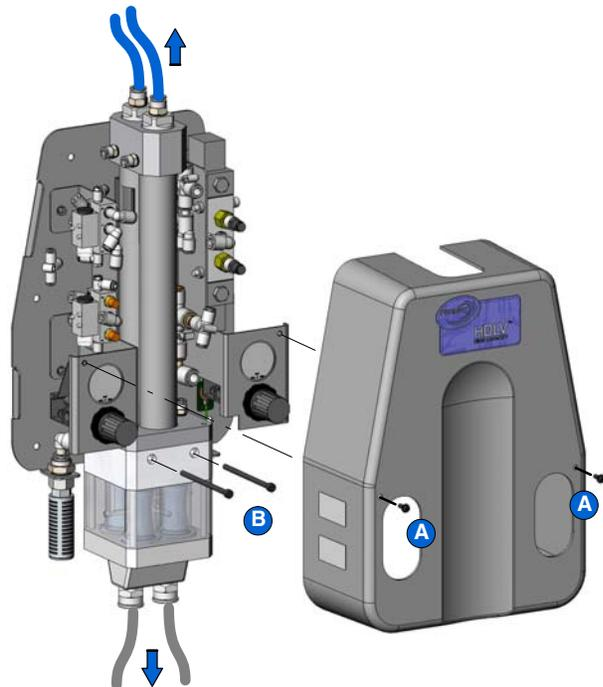
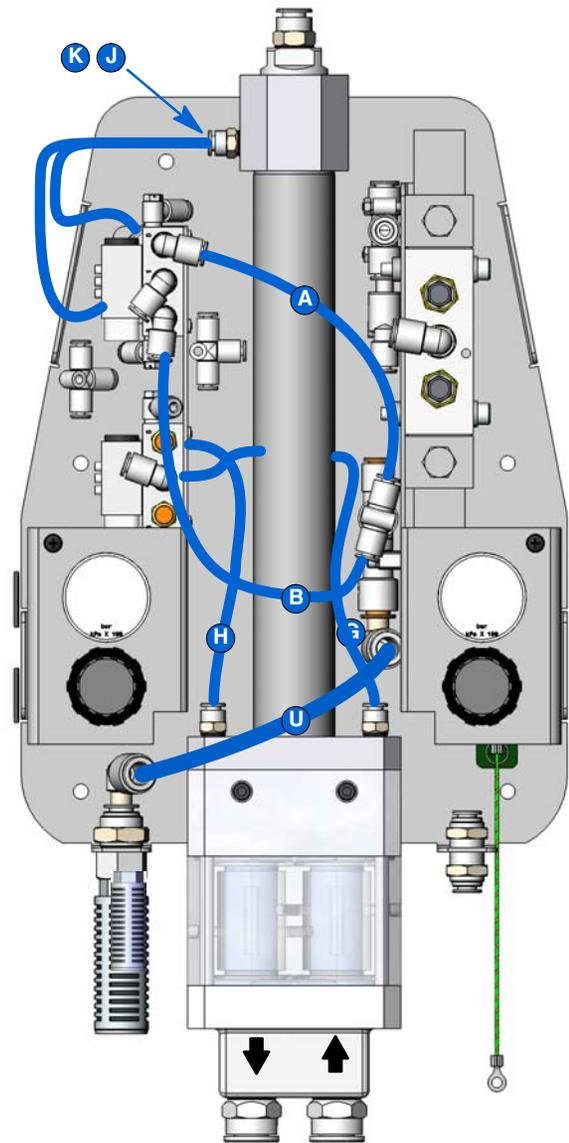

Figura 9 Remoção do conjunto da bomba
Figura 10 Desconexão dos tubos de ar
1. Consulte a figura 9. Desligue as linhas de ar de limpeza do topo da bomba.
3. Retire os dois parafusos (A) e a tampa da bomba.
4. Consulte a figura 10. Desligue uma extremidade de cada um dos sete tubos de ar indicados.
**NOTA:** As letras da figura 10 correspondem às letras do *Diagrama de tubagem* da página 20.
5. Consulte a figura 9. Retire os dois parafusos (B), que fixam o conjunto da bomba à base. Retire o conjunto da bomba e coloque-o sobre uma superfície de trabalho limpa.